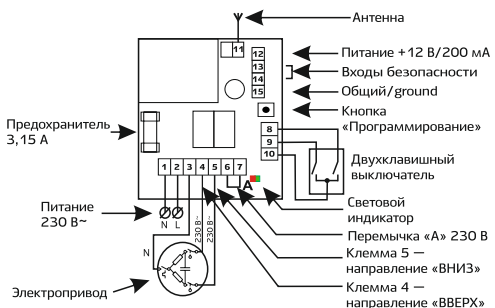

Рис. 1 — Подключение Radio 8113 IP65
**Роллетный режим.** Применяется для управления электроприводами рольет, рулонных штор, маркиз. Длительность команды может устанавливаться до 180 с. Заводская настройка — 60 с (см. рис. 1).